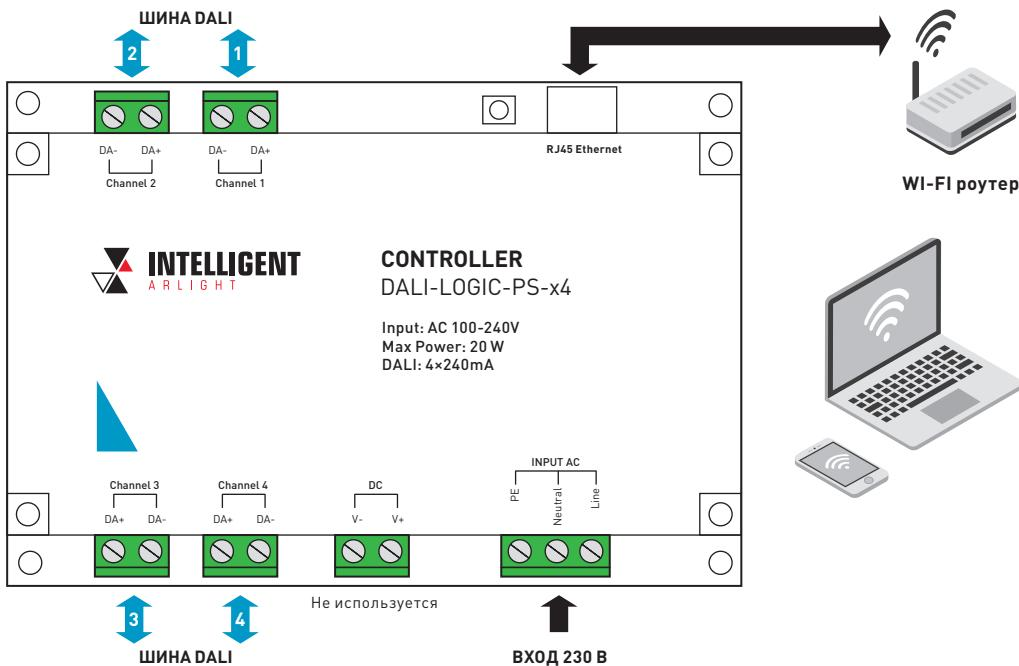

Рис. 1. Подключение контроллера.
- Подключите оборудование. Структурная схема подключения контроллера показана на рис. 1.